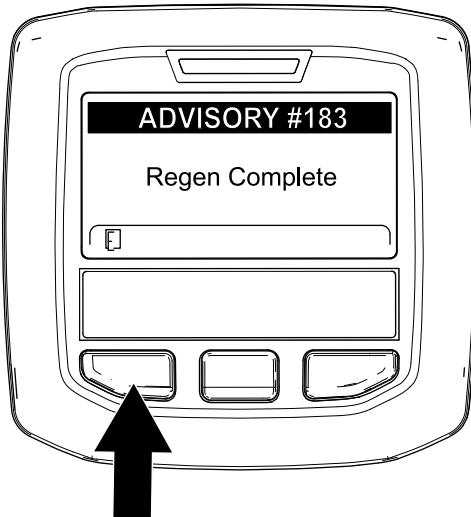

Bild 56
- Wenn der Motorcomputer eine geparkte Regenerierung oder eine Wiederherstellung-Regenerierung abschließt, wird im InfoCenter ADVISORY #183 (Bild 56) angezeigt. Drücken Sie die linke Taste, um den Homebildschirm anzuzeigen.
**Hinweis:** Wenn die Regenerierung nicht abgeschlossen wird, wird im InfoCenter „Advisory #184“ (Bild 56) angezeigt. Drücken Sie die linke Taste, um den Homebildschirm anzuzeigen.